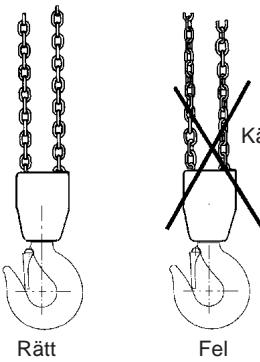

Fig 5
- Kättingen får inte ha kinkar och ej heller vara vriden. För 2-partigt spaklyftblock (6 ton) finns risken att kättingen blir vriden genom att underblocket råkar bli vänt igenom kättingslingan – oftast vid omontering eller flyttning av lyftblocket mellan olika arbetsställen. Se fig 5.